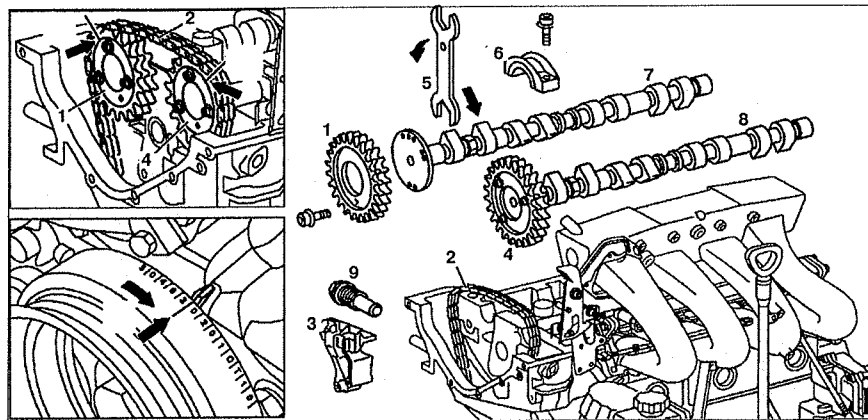

Рис. 2.24. Распределительные валы:
1. Снимите скользящий рычаг 3 (см.рис.2.24).